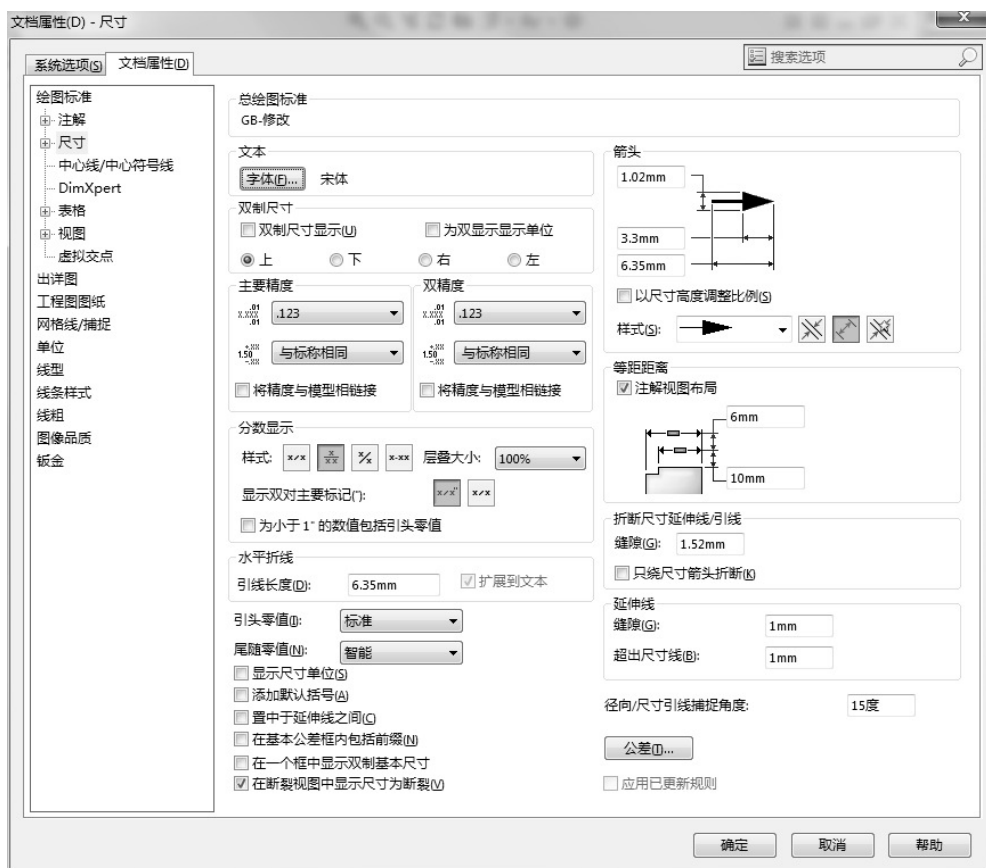

图 8-63 尺寸选项对话框
- [1] 在工程图中单击标准工具栏上的【选项】按钮, 选择“文档属性”, 然后选择“尺寸”。单击【工具】/【选项】/【文件属性】/【尺寸】, 尺寸选项对话框如图 8-63 所示。